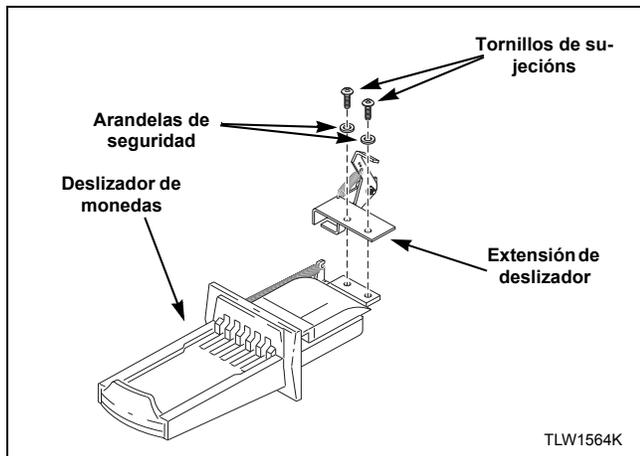

Figura 19
1. Instale la extensión del deslizador sobre el deslizador de monedas usando los dos tornillos y las arandelas restantes. Consulte la *Figura 19*.
3. Instale la extensión del deslizador sobre el deslizador de monedas usando los dos tornillos y las arandelas. Consulte la *Figura 19*.